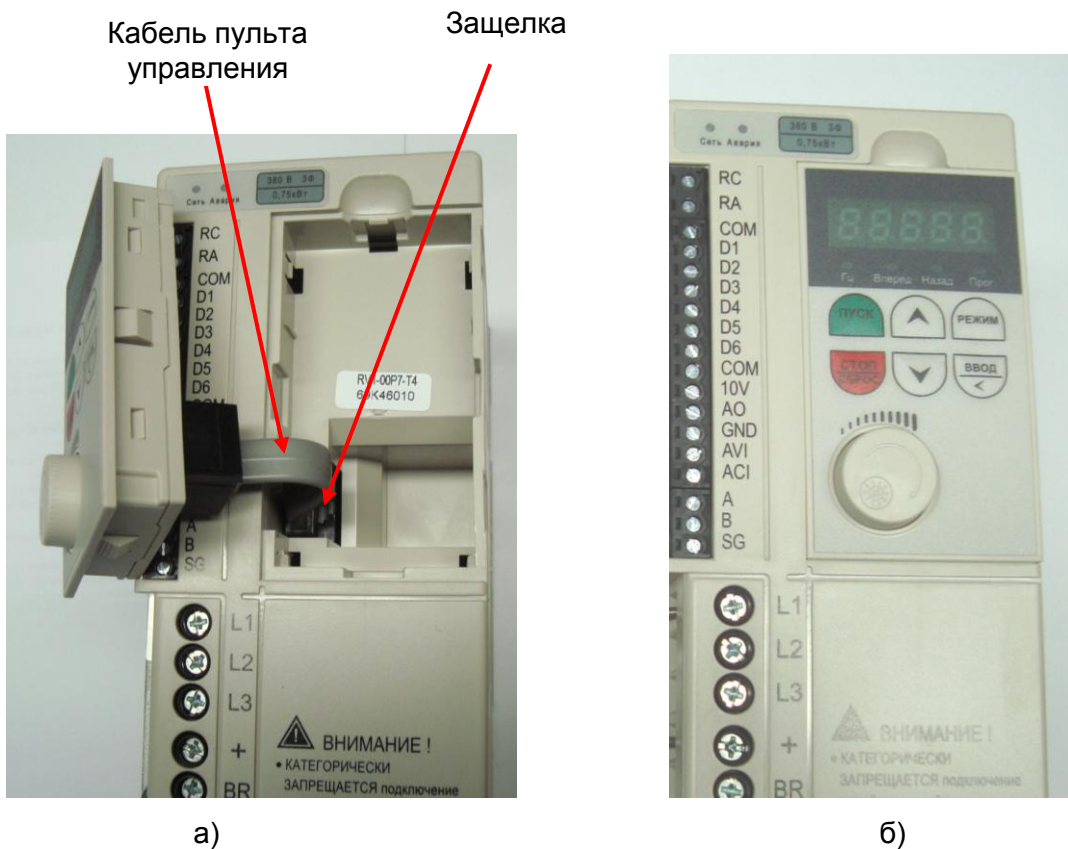

Рис. 7.3
7.3.1. Взять пульт управления с подсоединенным кабелем, свободный разъем на конце кабеля соединить с ответной частью (рис. 7.3,а), убедиться в срабатывании фиксирующей защелки.
7.3.2. Установить нижнюю часть пульта в рамку и нажать на верхнюю часть пульта до момента его фиксации в корпусе преобразователя (рис. 7.3,б).